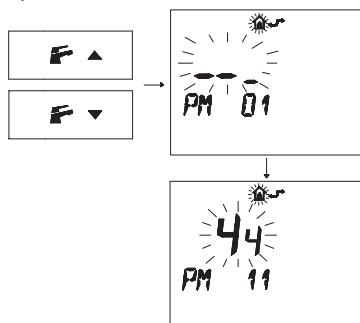

Figura 5.43
- Premere i pulsanti F▲ o F▼ per visualizzare la programmazione "PM11" della postcircolazione pompa (Figura 5.43).